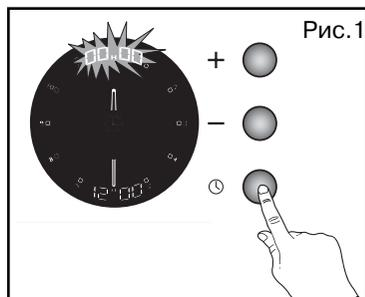

Рис.1
- Нажмите кнопку «🕒» (рис. 1), пока не начнет мигать индикатор таймера, отображая время 0.00 (рис. 1).